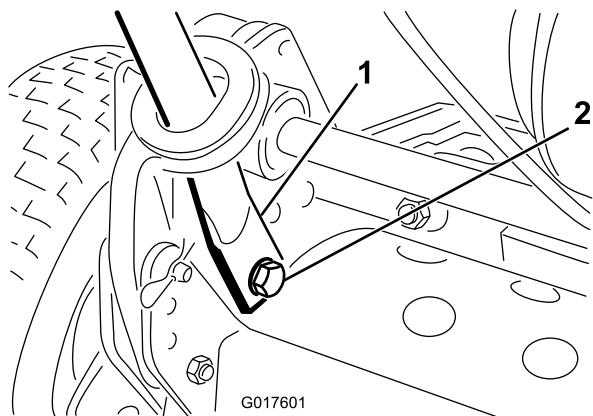

Figura 3
4. Faça força para dentro nas extremidades do manípulo e instale-as nos pinos de montagem (Figura 3).
5. Prenda as extremidades do manípulo nos pinos de montagem com os parafusos, anilhas e anilhas de bloqueio fornecidos (Figura 3).
6. Prenda a parte inferior dos braços do manípulo a cada lado do cortador com os parafusos e porcas de bloqueio previamente retirados (Figura 3). Assegure que instala os casquilhos nos furos de montagem do braço do manípulo.
7. Prenda os braços do manípulo à parte posterior do chassi com os pinos de segurança e ganchos de anel previamente retirados (Figura 3).